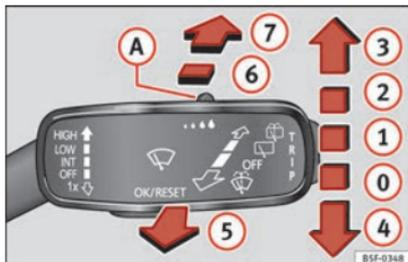

Fig. 39 Uso del tergicristalli e del tergilunotto.
1	INT Tergitura a intervalli per i tergicristalli. Utilizzando il comando » fig. 39 (A), regolare la durata dell'intervallo (nel caso di veicoli privi di sensore pioggia) oppure la sensibilità del sensore pioggia.